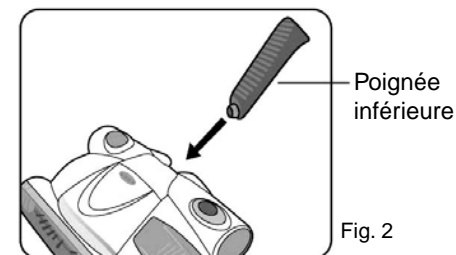

Fig. 2
1. Pull the dust tray straight out from the side. (Fig. 2)
2. Insérez la petite extrémité de la poignée inférieure dans l'électrobrosse balayeuse. Poussez fermement jusqu'à ce qu'elle soit en position (fig. 2).